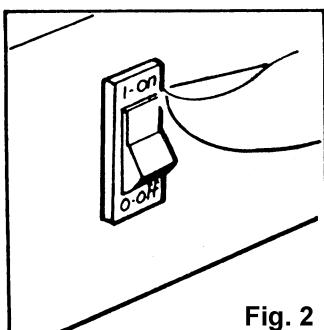

Fig. 2
- Poner el interruptor del ventilador en posición 1 (Fig. 2) y cerciorarse de que el ventilador gire.